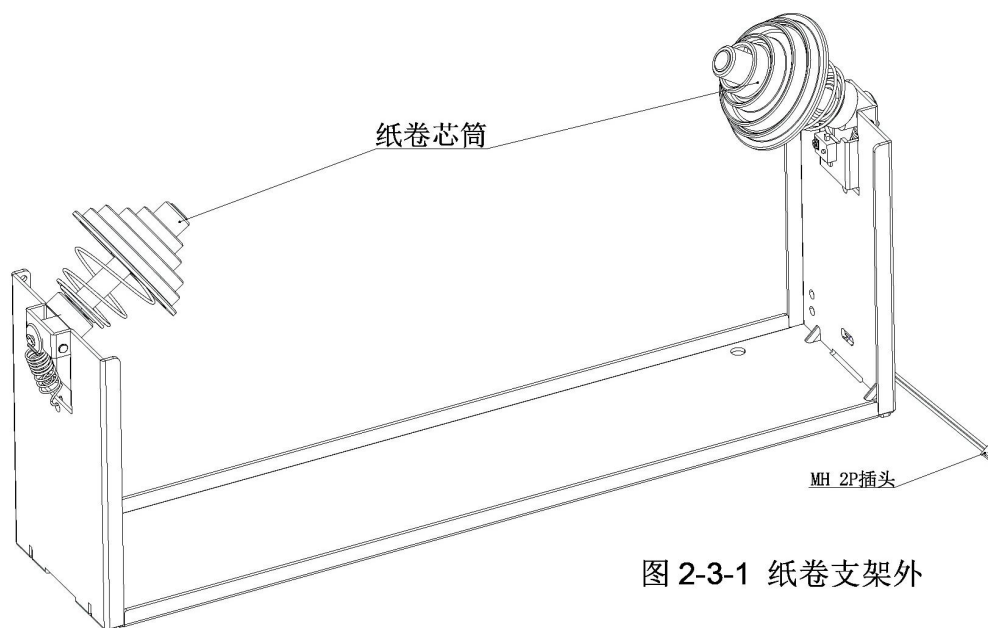

图 2-3-1 纸卷支架外
- 8 寸打印机芯模块化设计，可选装纸卷支架；如下图 2-3-1，纸卷芯筒的设计可适应不同的纸芯要求。